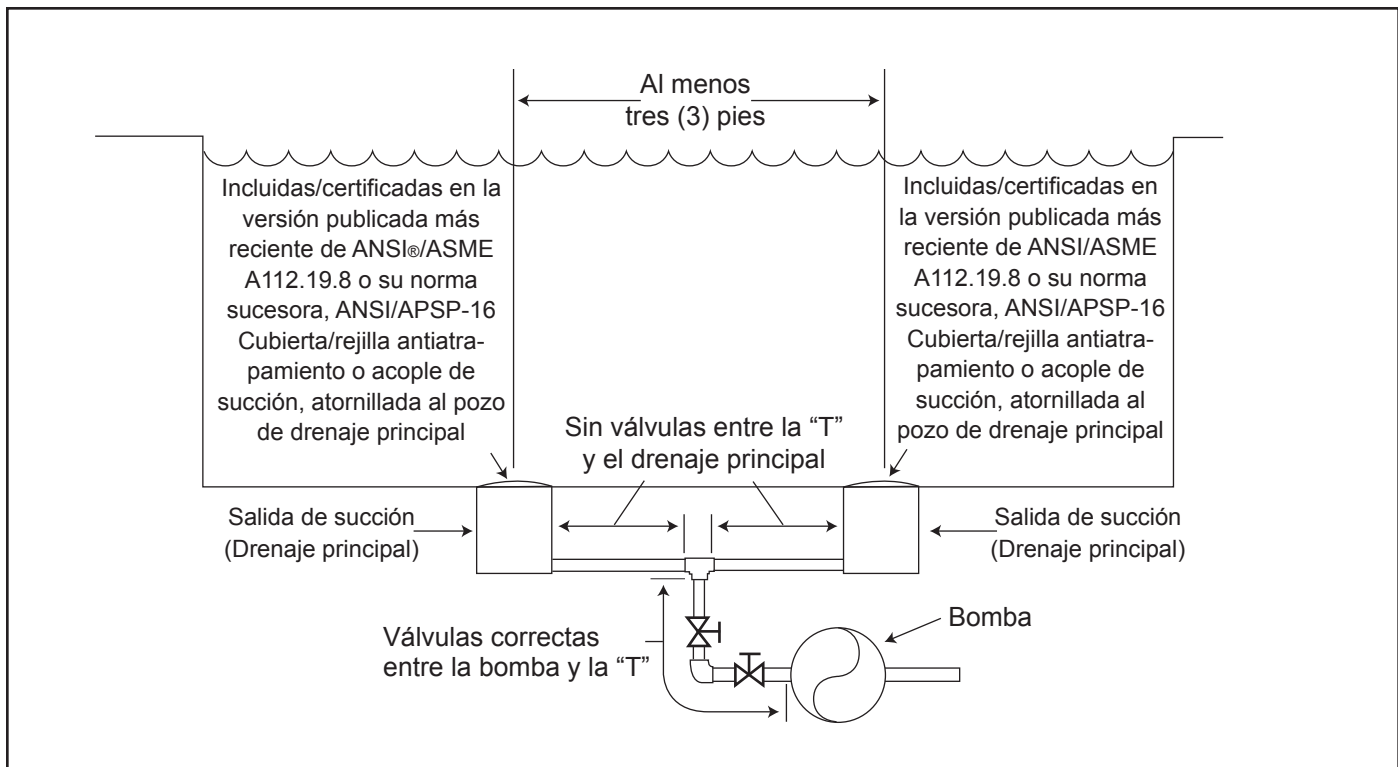

Figura 1. Cantidad de salidas de succión por bomba
Cantidad de salidas de succión por bomba – Proporcione al menos dos (2) drenajes principales balanceados hidráulicamente con cubiertas, como salidas de succión para cada línea de succión de la bomba de circulación. Los centros de los drenajes principales (salidas de succión) de cualquier una (1) línea de succión deben estar a al menos tres (3) pies de distancia de centro a centro. Consulte la Figura 1.
El sistema **debe** incluir al menos dos (2) salidas de succión (drenajes) conectadas a la bomba siempre que la bomba esté en funcionamiento. Sin embargo, si dos (2) drenajes principales van a una única línea de succión, la única línea de succión puede estar equipada con una válvula que apague ambos drenajes principales desde la bomba. El sistema se construirá de tal modo que no permita el cierre o el aislamiento separado independiente de cada drenaje. Consulte la Figura 1.